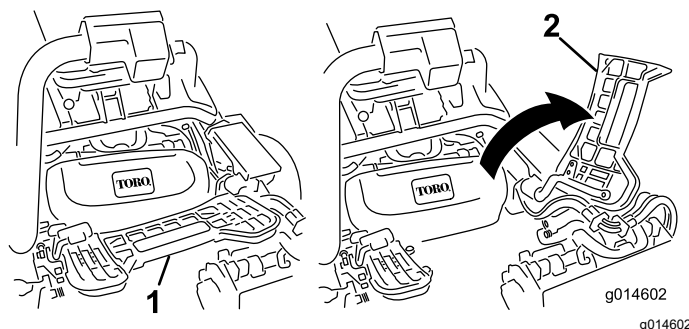

Figure 69
2. Relevez le repose-pieds pour accéder à la position de l'unité de coupe centrale (Figure 69).